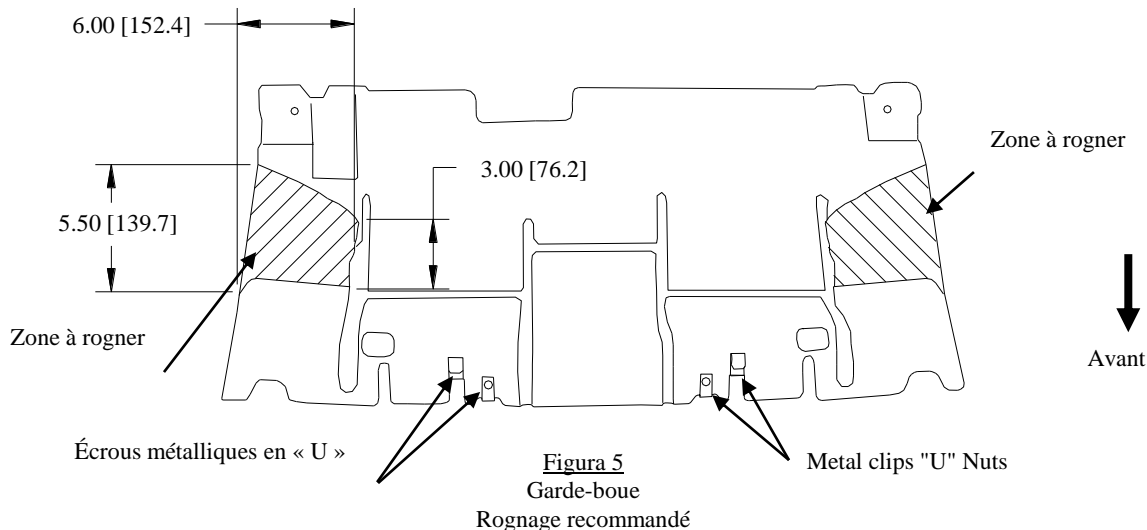

Figure 5
①	Qty. (4)	Carriage Bolt, 1/2"-13 x 1-3/4"	④	Qty. (4)	Nut, 1/2"
②	Qty. (4)	Spacer, 1/4" x 1" x 3"	⑤	Qty. (4)	Pull Wire
③	Qty. (4)	Conical Toothed Washer, 1/2"
- Remove splash guard (4) bolts. See Figure 5. Next Page.
- Return splash guard to owner or obtain owner permission to trim splash guard as shown in Figure 5. Illustration on last page. Trimming recommended
①	Qté. (4)	Boulon de carrosserie 1/2"-13 x 1-3/4"	④	Qté. (4)	Écrou 1/2"
②	Qté. (4)	Entretoise 1/4" x 1" x 3"	⑤	Qté. (4)	Fil de traction
③	Qté. (4)	Rondelle conique dentée 1/2"
- Enlever les boulons (4) du garde-boue. Voir la figure 5. Page suivante.
- Rendre le garde-boue au propriétaire ou obtenir sa permission pour le rogner comme illustré à la figure 5. Illustration à dernière page. Rognage recommandé